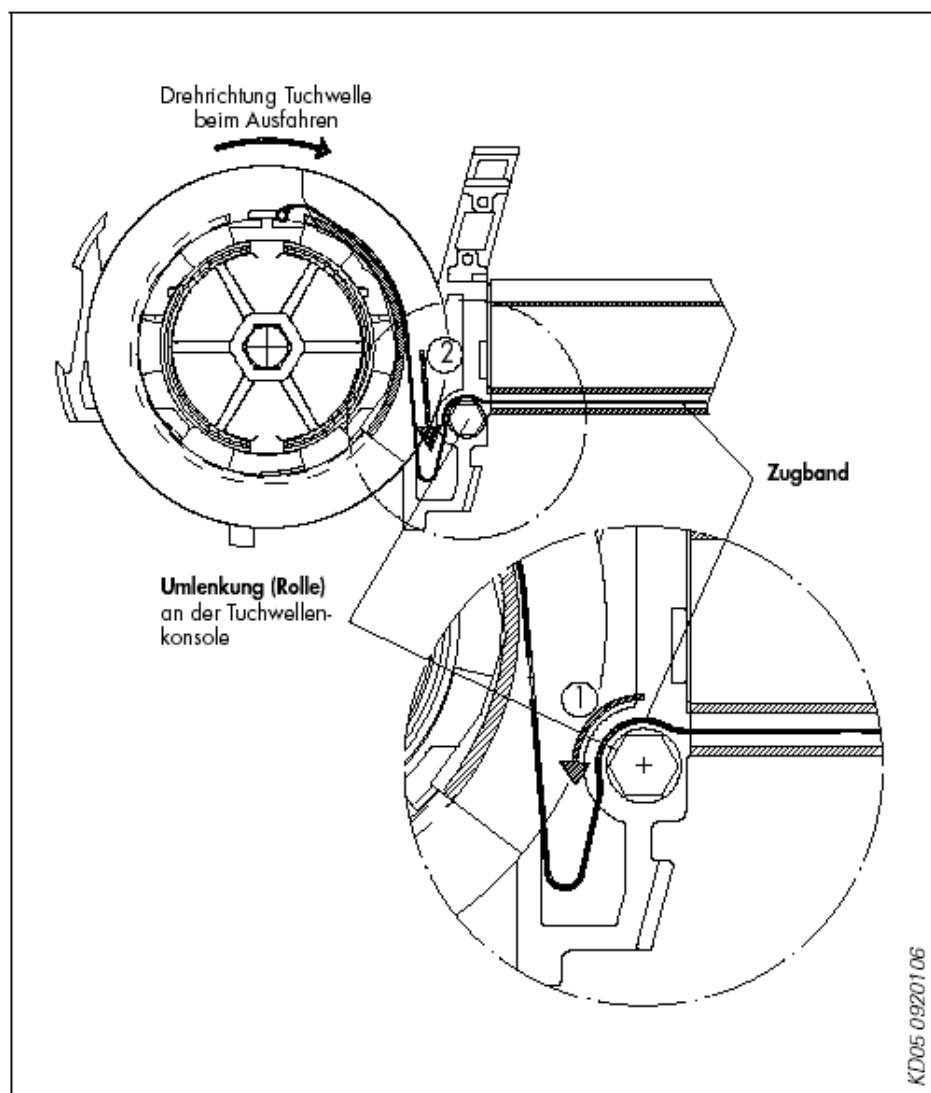

Bild 6: Zugbandumlenkung
- Fahren Sie nun mit der Montage der Wiga-Markise gemäß Montageanleitung W4 fort. Siehe Hinweise ab Bild 6.
! Wichtig! Zugbänder müssen über den Umlenkungen (Rollen) an den Tuchwellenkonsolen liegen (Bild 6. Detail: Pfeil 1).
Führen Sie mit einem Schraubendreher das Zugband zwischen den Flanschen der Zugscheibe und der Umlenkung (Rolle) an der Tuchwellenkonsolle nach unten (Bild 6. Pfeil 2).